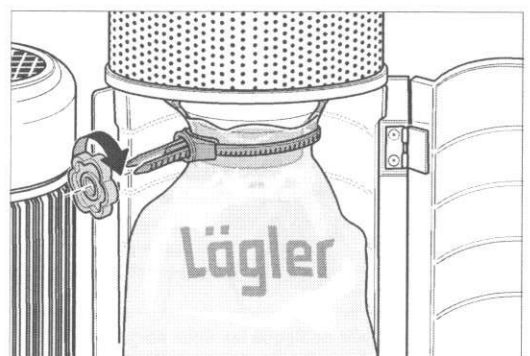

Fig. 17 Enfiler la bande filetée MultiClip et vissez soigneusement l'écrou à la main.
- 10 Placez la patte filetée du MultiClip autour du support avec le sac, enfiler la pièce de fixation et l'écrou et serrez-le (fig. 17).